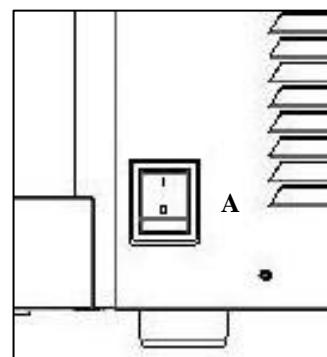

Рис. 6
- Вставить вилку в розетку и включить общий выключатель A (рис. 6), теперь с помощью дисплея «touch screen» можно выбрать желаемый вид приготовления.